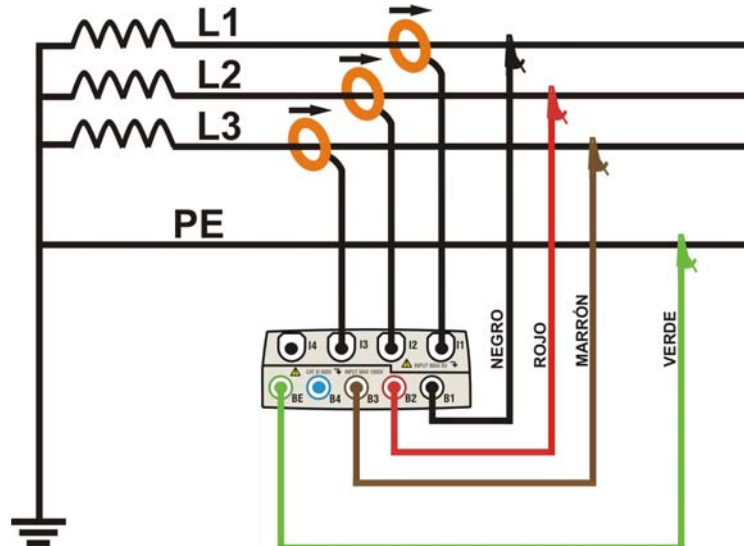

Fig. 195: Conexión del instrumento en un sistema Trifásico 3-hilos ARON
2. Conecte los cables de medida de tensión sobre los conductores de Fase L1, L2, L3 respetando los colores como muestra la Fig. 195. **Verifique en el visualizador la indicación "123" relativa al correcto sentido cíclico de las fases** (ver el párrafo 5.2.1) y efectuar las oportunas correcciones hasta cumplir tal situación.
3. Conecte las pinzas de corriente sobre el conductor de Fase L1, L2, L3 como muestra en la Fig. 195 **respetando el sentido de la flecha** presente sobre la misma pinza que indica la dirección convencional de la corriente desde el generador a la carga. **Verifique siempre (selecionando preliminarmente el sistema 3-hilos), en la pantalla de la sección Visualización Medida, que las Potencias Activas P1, P2, P3 sean siempre positivas y que el factor de potencia Pf1, Pf2, Pf3 sea correspondiente a la carga, normalmente inductivo**, antes de activar un registro. En caso de valores negativos de las potencias activas gire la pinza 180° sobre el conductor interesado.